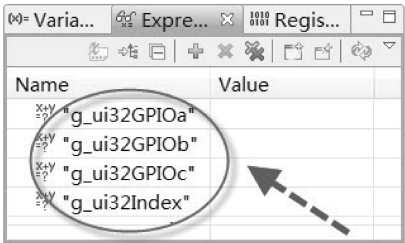

图 7-7 添加到观察窗口中的变量
c) 将变量 g_ui32GPIOa、g_ui32GPIOb、g_ui32GPIOc 和 g_ui32Index 添加到观察窗口中, 如图 7-7 所示。